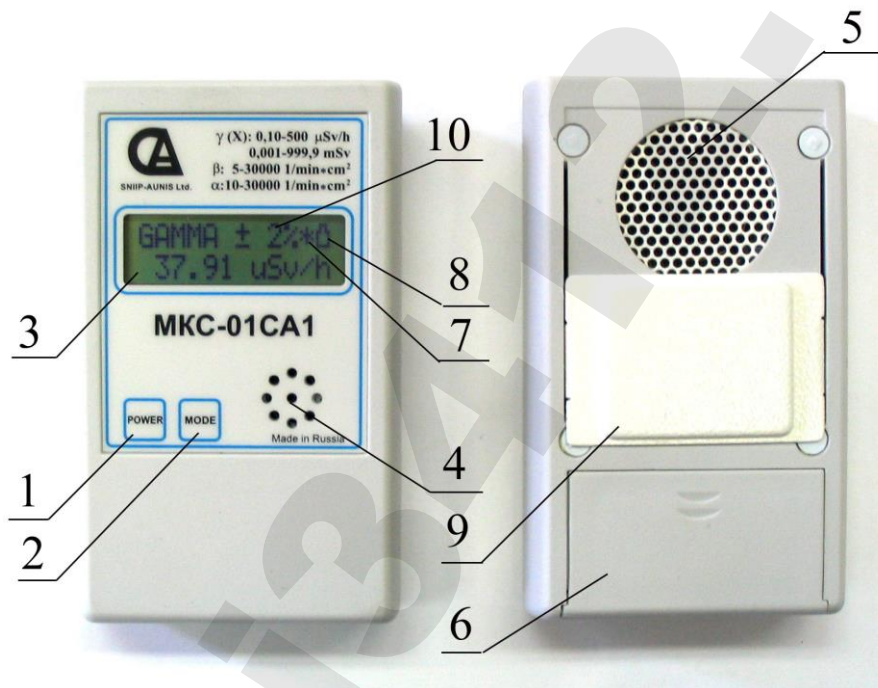

Рис.1. Органы управления MKC-01CA1Б
- 9 - Передвижной экран, фиксируется в крайних положениях, соответствующих выбранному режиму работы. В режиме «**BETA**» и «**ALPHA**» - экран открыт (нижнее положение, как показано на Рис.1), в режиме «**GAMMA**» -экран закрыт (верхнее положение)
Индикация разряда элементов питания - при разряде элементов питания до напряжения $1,6\text{В}$ на дисплее в правом верхнем углу появляется символ в виде цилиндрического элемента питания (Поз.8 на Рис.1).
Прибор циклически каждую секунду выполняет процесс оценки и уточнения результатов измерений с индикацией на дисплее (Поз.10 на Рис.1) текущей статистической погрешности (δ) в доверительном интервале 0,95. В неизменном (стационарном) поле ионизирующего излучения показания прибора с течением времени непрерывно усредняются и уточняются. Одновременно с этим уменьшается значение погрешности δ от $\pm 99\%$ до $\pm 1\%$.
- снять крышку отсека питания (см. рис. 1);
- закрыть входное окно детектора экраном (см. Рис.1);
- включить питание прибора (однократно нажать и отпустить кнопку «**POWER**»). При включении на дисплее в течение 2 секунд появляется реклама изготовителя: «**МКС-01СА1**» и тел. «**(499) 198 97 91**»
- открыть входное окно детектора, сдвинув экран (см. Рис.1) в нижнее положение;